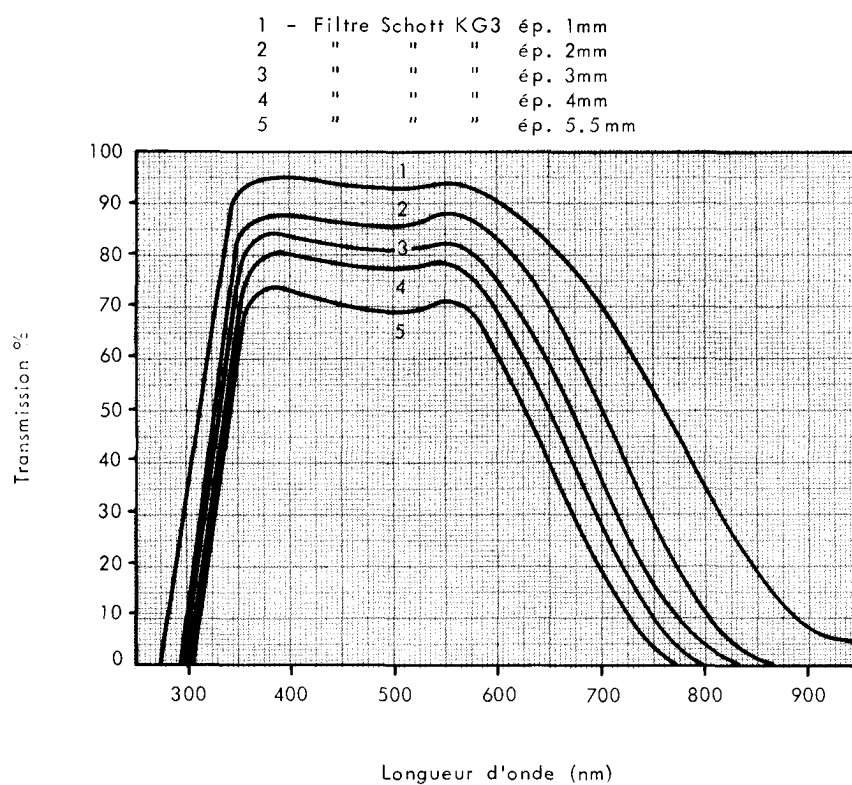

Figure 9 - Transmission typique des filtres SCHOTT KG3 absorbant l'infrarouge.
- 10 - Les filtres utilisés, SCHOTT et GEN Réf. KG3 d'épaisseur 1 mm, 2 mm, 3 mm, 4 mm et 5, 5 mm, sont placés entre la source lumineuse et la face avant du tube (voir Figure 9).